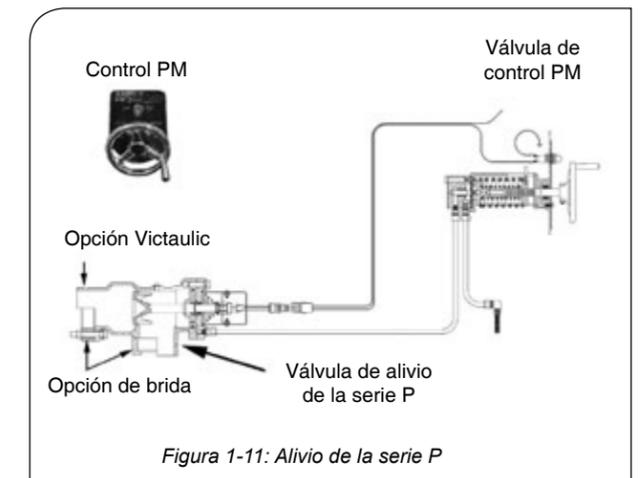

Figura 1-11: Alivio de la serie P
El sistema de válvula de alivio de la serie P consiste en una válvula de control montada en panel (PM), y según la capacidad de presión de la bomba, una válvula de alivio P30 o P35, montada en las tuberías de descarga y conectada a la aspiración de la bomba. Las conexiones de la válvula pueden ser con bridas o Victaulic™. Ambas se muestran en la Figura 1-11.